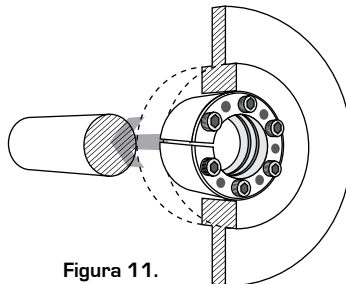

Figura 11.
2. Lleve los dos componentes hasta el eje de la transmisión y pase éste mismo a través del hueco del Bufin serie D hasta donde considere necesario (Figura 11).